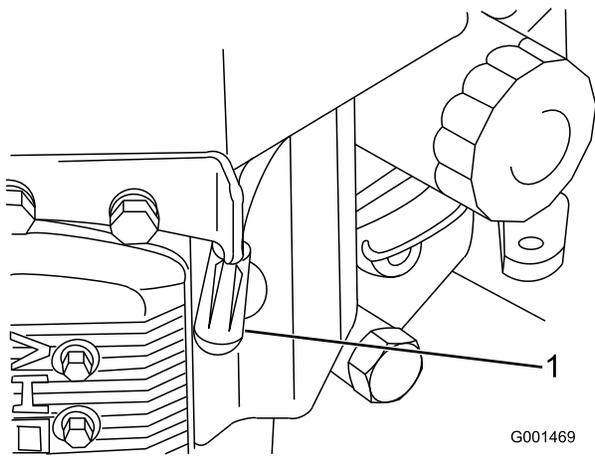

Figure 33
3. Débranchez les fils des bougies (Figure 33).